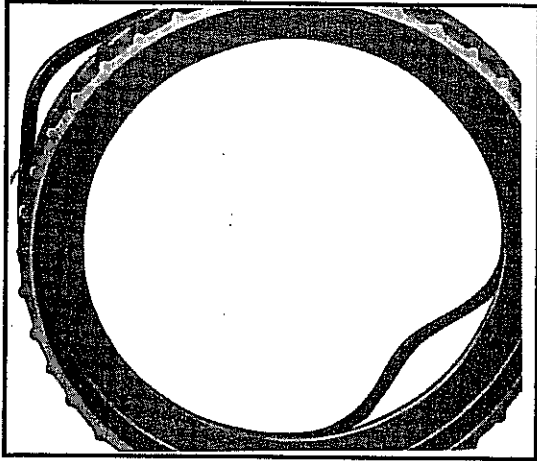

Abb. 10-65 Dichtringe am Kolben für Kupplung 2. Gang
- Die Dichtringe innen und außen der Kupplung 2. Gang entfernen. Siehe Abb. 10-65.
- Drei (3) Öldichtringe zwischen Kupplung Direkter Gang und Pumpenabe entfernen. Beide